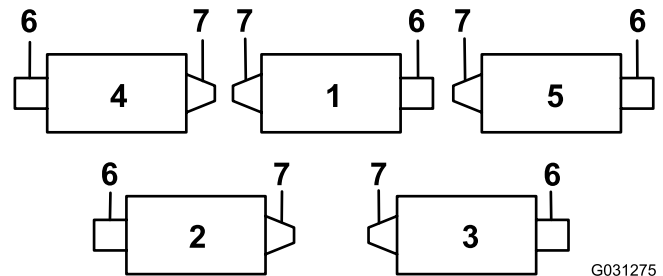
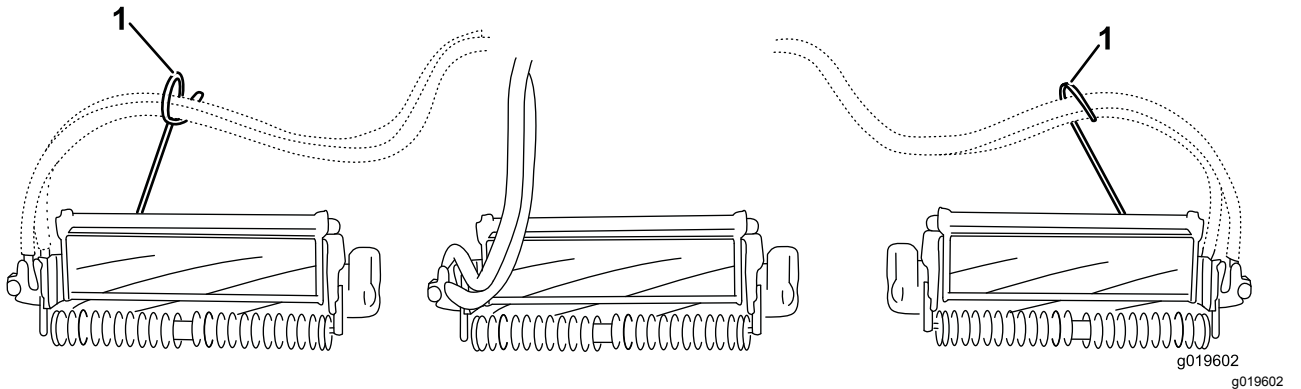
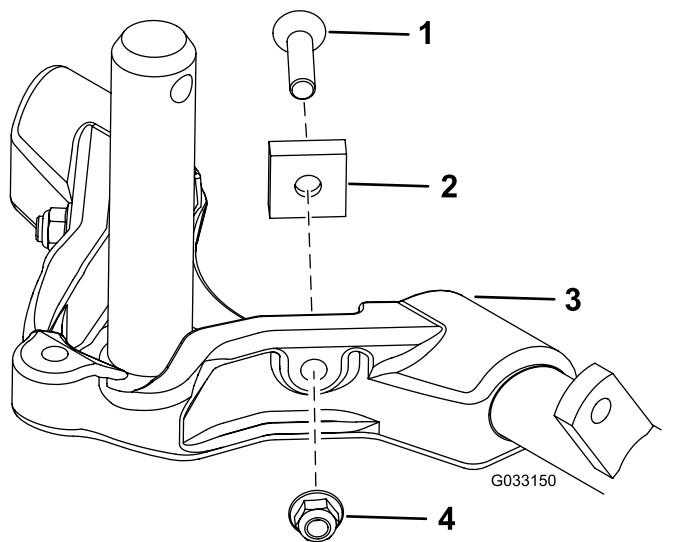

図12
図 14
図 15
重要 4番左前カッティングユニットと、5番右前カッティングユニットでは、ロッドブラケット取り付けナットを使って、各ユニットのタブの前にホースガイドを取り付ける。ホースガイドは、中央カッティングユニットに向かって傾斜するのが正しい(図12-図14)。
7. 後ろのカッティングユニット2番と3番のキャリアフレームから、ピボットスペーサ、六角ソケットねじ、およびフランジロックナット各2個(図 15)を取り外すことにより、これらのカッティングユニットの首振り追従性能を向上させることができます(図 12)。